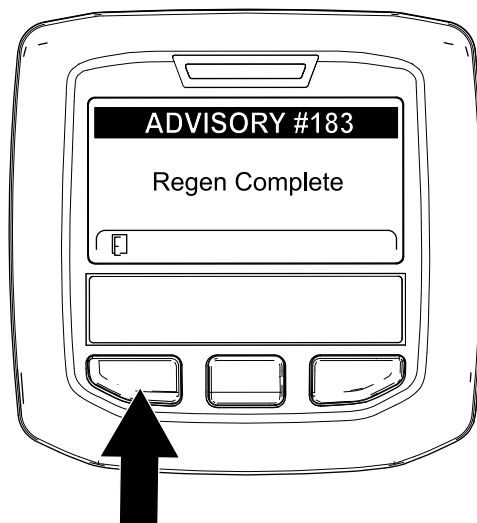

Figura 58
9. Quando il computer del motore completa una rigenerazione parcheggiata o una rigenerazione di recupero, l'InfoCenter visualizza il messaggio ADVISORY #183 (Figura 58). Premete il pulsante sinistro per uscire e tornare alla schermata Home.